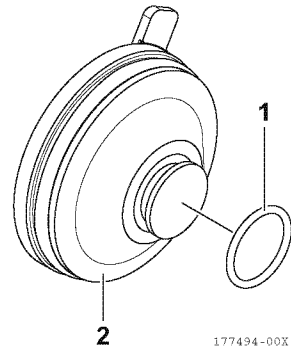

Figura 14
5. Retire la junta tórica (1, **Figura 14**) del conjunto de la cubierta (2, **Figura 14**).